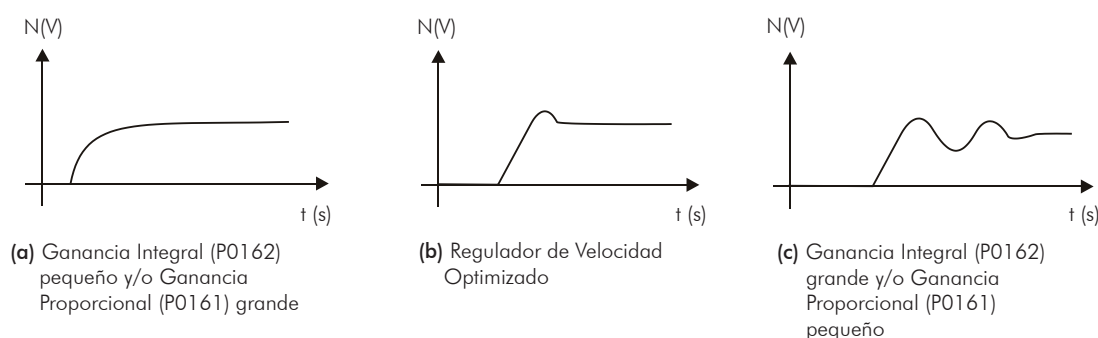

Figura 11.4 (a) a (c) - Tipo de respuestas del regulador de velocidad
6. Verifique de entre las opciones de la figura 11.4 cual es la forma de onda que mejor representa la señal leída.
7. Ajuste P0161 y P0162 en función del tipo de respuesta presentada en la figura 11.4.